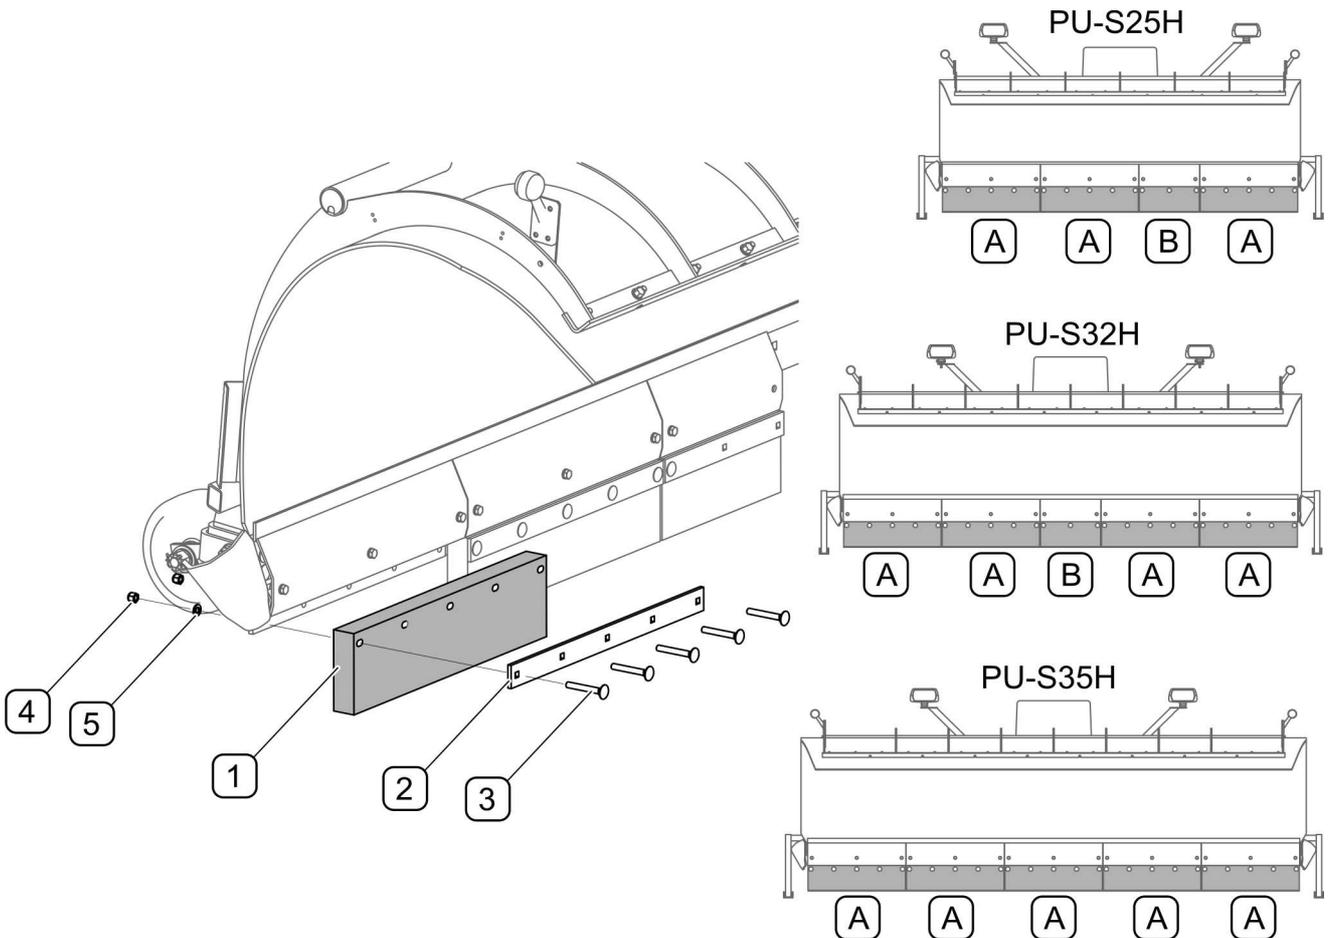

BILD 5.1 Gummistreichschienen austauschen
(1) - Gummistreichschiene; (2) - Druckleiste; (3) - Schraube Z M12x90-8,8; (4) - Mutter M12; (5) - Federscheibe Z12.2; (A) - langes Segment; (B) - kurzes Segment
Zum Entfernen der Gummistreichschiene (BILD 5.1) werden die Muttern (4) des entsprechenden Segments gelöst, die Schrauben (3) entfernt und die Druckleiste (2) abgenommen. Das entsprechende Segment der Streichschiene (A) oder (B) je nach Pflugmodell montieren (TABELLE 5.1). Führen Sie die Montage in umgekehrter Reihenfolge durch.